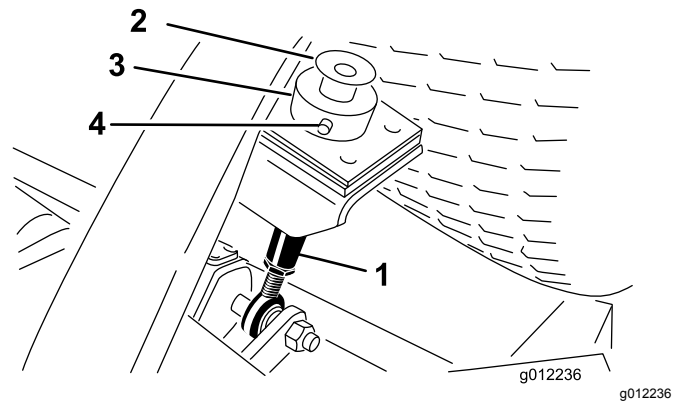

**Bild 22**
2. Nehmen Sie den Ölpeilstab bzw. die Füllschraube oben am Getriebe ab (**Bild 22**) und stellen Sie sicher, dass der Schmiermittelstand zwischen den Markierungen am Peilstab liegt. Wenn der Ölstand niedrig ist, füllen Sie Öl ein, bis der Stand zwischen den Markierungen liegt.